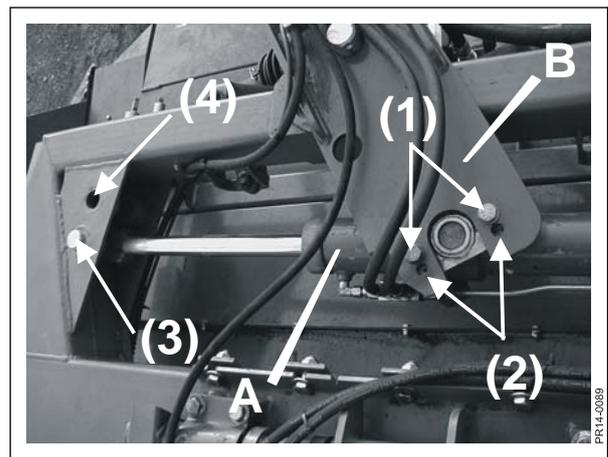
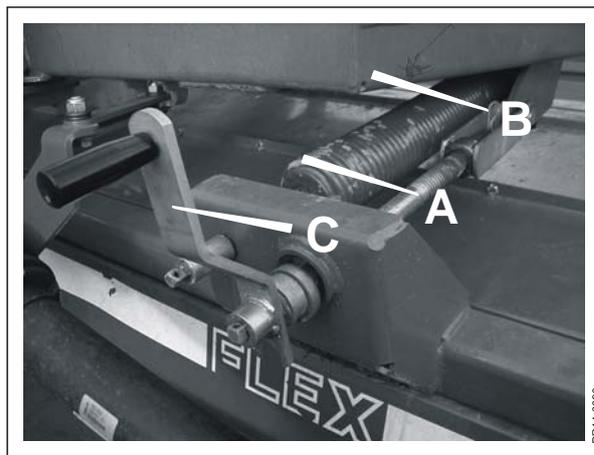

Fig. 3-10
Fig. 3-12
Fig. 3-10 Le vérin de barre d'attelage **A** peut être monté selon 2 positions sur la barre d'attelage **B**. La position détermine le déport de la barre d'attelage. En sortie d'usine, le vérin est monté en position **(1)** qui procure le plus faible recouvrement.
Fig. 3-10 A l'autre extrémité, le vérin est monté en position **(3)**. L'autre orifice de montage, position **(4)** est **SEULEMENT** prévue pour travailler avec des tôles asymétriques lorsque le déport de la barre d'attelage est différent à droite et à gauche.
Fig. 3-12 Lorsque la position des patins a été choisie, le réglage précis de la hauteur de coupe peut être effectué en inclinant la barre de coupe au moyen de 2 tiges filetées **A**.
- Desserrer légèrement les ressorts horizontaux Top Safe (Fig. 3-12) et serrer légèrement les ressorts verticaux (Fig. 3-10).